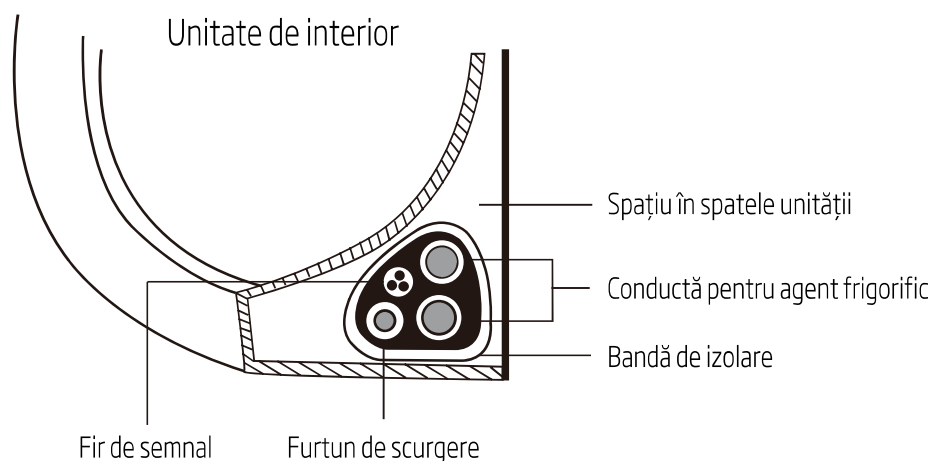

Fig. 5.10
1. Strângeți în mănunchi furtunul de scurgere, conductele pentru agentul frigorific și cablul de semnal conform Fig. 5.10.
3. Înfășurați cu bandă de izolare firul de semnal, conductele pentru agent frigorific și furtunul de scurgere strâns împreună. Verificați din nou dacă toate elemente sunt strânse în mănunchi, în conformitate cu Fig. 5.10.